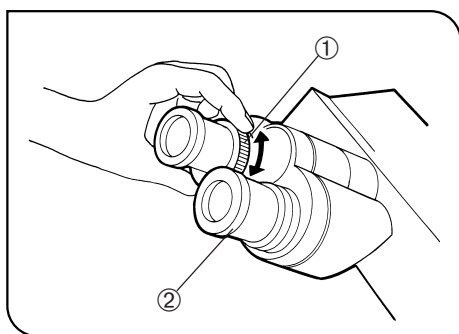

Fig. 25
(Figs. 25 y 26)
2. Si mira por el ocular con el anillo de ajuste dióptico ①, gírelo para enfocar la muestra. (Fig. 25)
1. Mientras mira por el ocular derecho con el ojo derecho, gire la parte superior del ocular ② hasta que aparezca una línea doble en cruz claramente definida en el campo de visión. (Figs. 25 y 26)
3. Mientras mira a través del ocular izquierdo con el ojo izquierdo, gire el anillo de ajuste dióptico ① para enfocar la muestra.